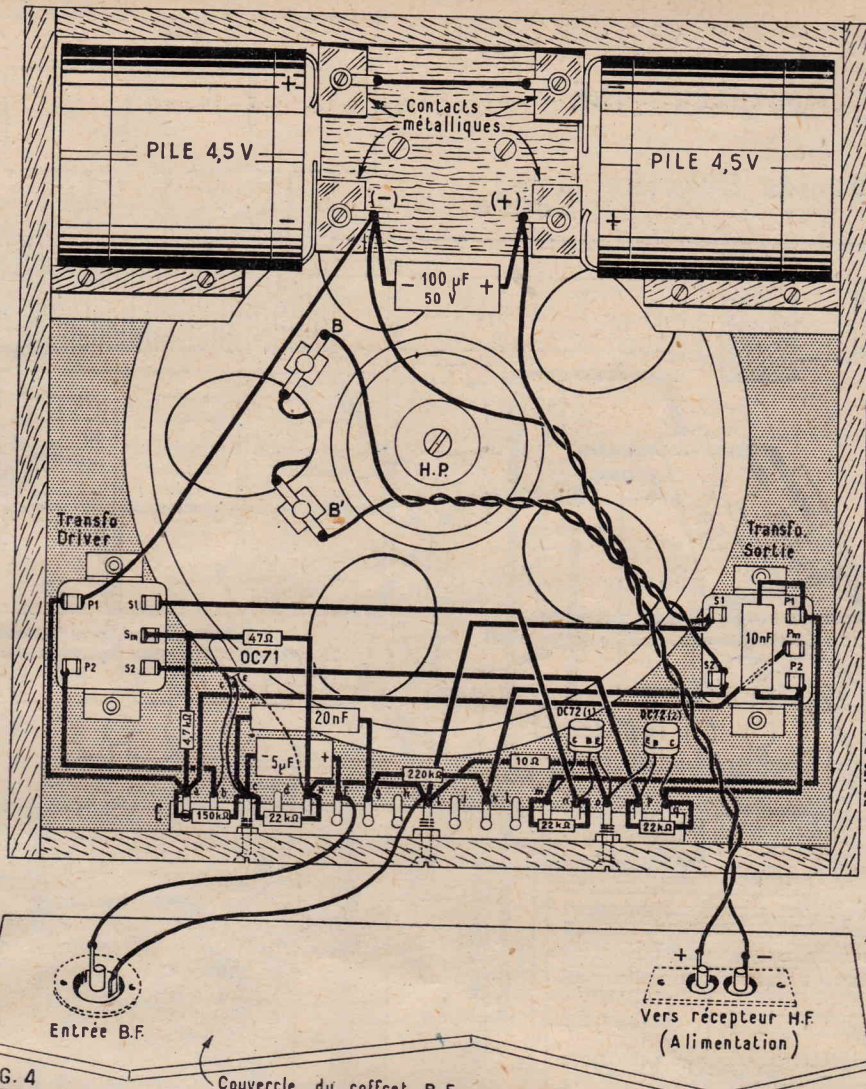
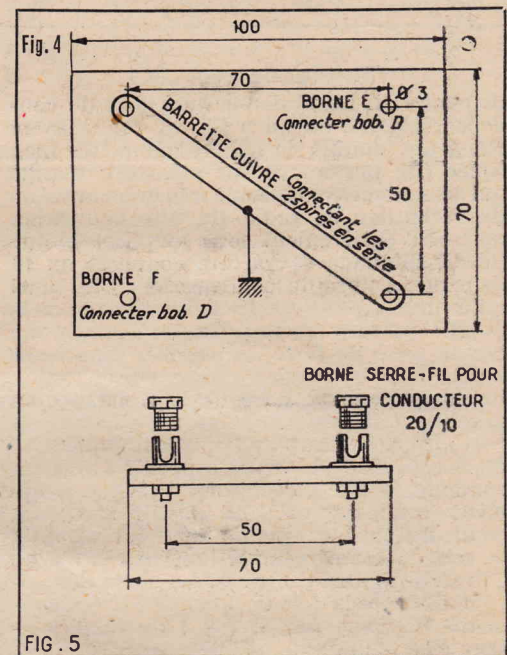

FIG. 4 Couverture du coffret B.F.
FIG. 5
L'élément BF (fig. 4).
L'élément BF est contenu dans un coffret en bois de 205 × 205 × 50 mm (cotes intérieures). Le haut-parleur est fixé sur le fond percé d'une ouverture pour former baffle. En haut du coffret est fixé le dispositif de branchement des piles dont on voit le détail sur le plan de la figure 4. Le transformateur driver et le transformateur de sortie sont fixés sur la même face que le HP. Enfin une barrette relais (C) est fixée sur le côté inférieur du coffret. Le couvercle est muni de la prise alimentation et de la prise coaxiale entrée BF.
Il reste à fixer ces deux spires. Dans de la bakélite de 4 mm d'épaisseur, commencez par découper 6 petites plaquettes de 60 mm de long, sur 15 mm de large (fig. 2), et percez chacune d'elles d'un trou de 3 mm. Dans votre planche de bakélite, découpez également une petite plaquette de 100 mm de long, sur 70 de large (fig. 4) et percez-la de 4 trous de 3 mm chacun, conformément à la figure 4. Dans chacun de ces trous, fixez une borne serre-fil pour 20/10 (fig. 5). Puis, avec une barette en cuivre (T), connectez électriquement deux bornes serre-fil placées dans la diagonale du rectangle de bakélite de 100 mm x 70 mm (fig. 4). Enfin, vous fixez chacune des spires après les avoir dénudées en bout, dans deux bornes (les plus éloignées deux à deux). Chacune des spires doit être éloignée de l'autre de 50 mm. Pour ce faire, et maintenir le dit écartement, en trois endroits régulièrement espacés, vous serrez modérément chaque spire entre un serre-fil, constitué par deux plaquettes de bakélite conformes à celle de la figure 2 et vous opérez le serrage de chacune de ces paires de plaquettes sur le fil, à l'aide d'une vis à métaux de 3 x 30 avec son écrou (fig. 3). Le cadre est ainsi bien rigide, et une fois terminé présente l'aspect de celui de la figure 10.